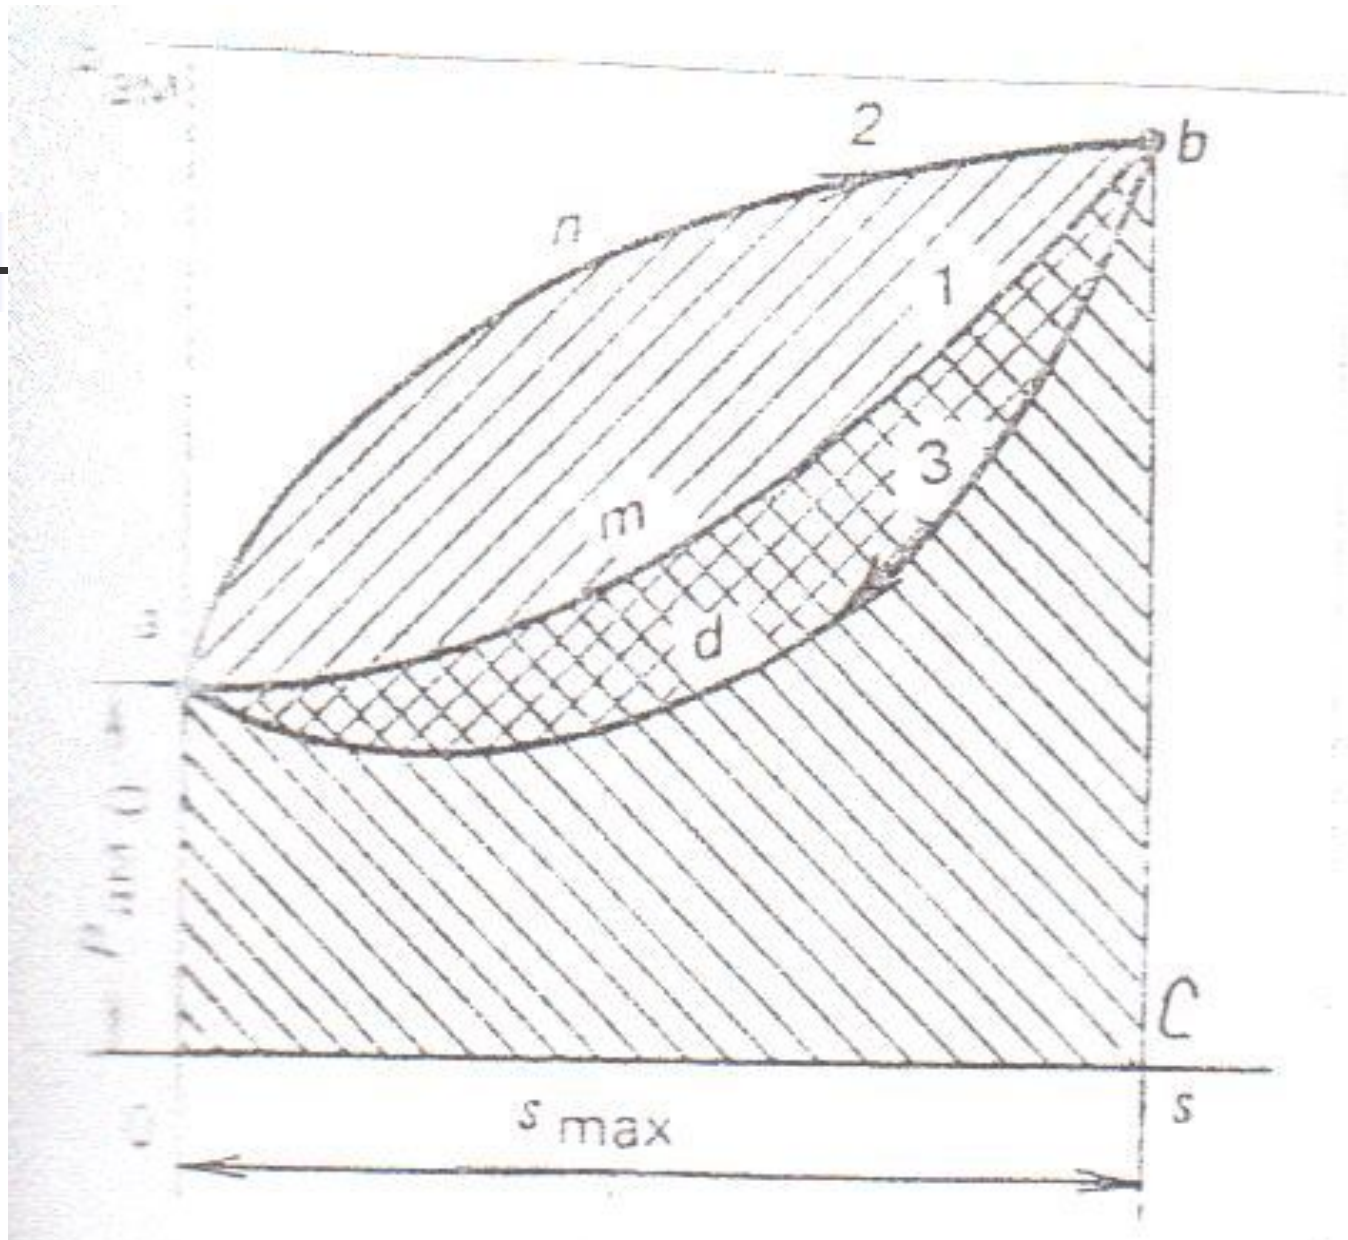

**Рис. 6. Передня стійка шасі:**
- Амортизатор передньої опори (рис. 6) працює у такий спосіб. При посадці шток (1), рухаючи нагору, витісняє рідину зі своєї порожнини. Рідина підіймає клапан, що плаває (15), і проходить у порожнину циліндра через центральний і бічні отвори, що є у клапані. Одночасно вона перетікає через отвори букси діаметром 3 мм у кільцеву порожнину між штоком (1) і циліндром (5), об'єм якої збільшується при переміщенні штока. Об'єм амортизатора загалом зменшується і тиск азоту підвищується. Енергія удару витрачається на стиснення азоту, подолання гідравлічного опору і на тертя деталей амортизатора.